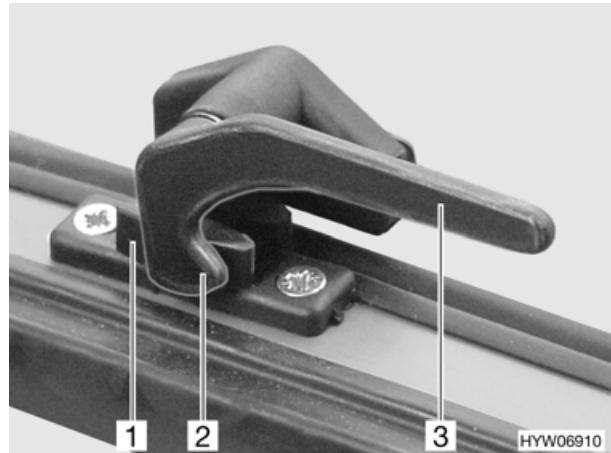

Bild 30 Ausstellfenster, Fenstergriff geschlossen
- Fenstergriff (Bild 30,3) senkrecht stellen oder eine viertel Umdrehung zur Fenstermitte hin drehen.
- Fenstergriff (Bild 30,3) waagrecht stellen oder eine viertel Umdrehung zum Fensterrahmen hin drehen. Die Verriegelungsnase (Bild 30,2) liegt auf der Innenseite der Fensterverriegelung (Bild 30,1).